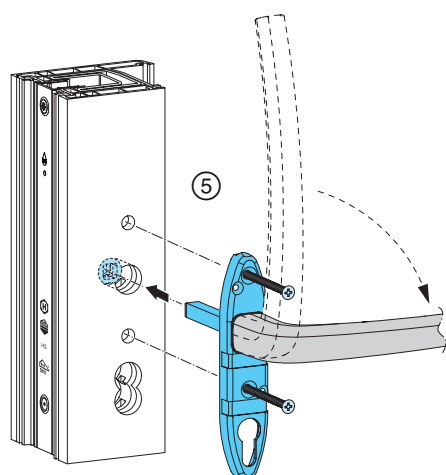

Abb. 41
- ⑤ Griffereinheit mit Getriebe koppeln und mittels Senkkopfschrauben M6 x ... durch Getriebe mit Muschelgriff verschrauben; **Abb. 41.**